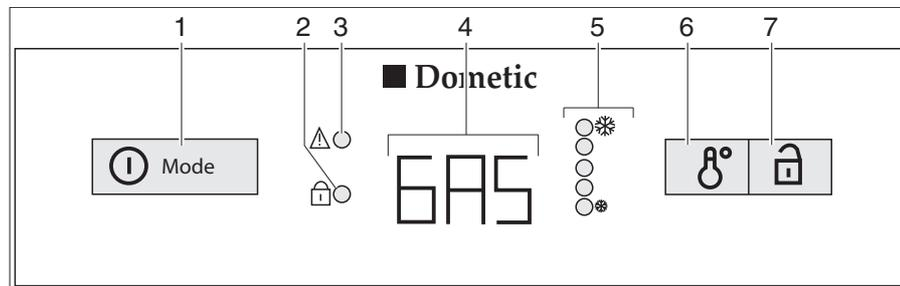

Bild 134 Bedienelemente für den Kühlschrank (Dometic 8er-Reihe mit AES)
Bei Störungen blinkt die Anzeige-LED Störung "⚠" (Bild 134,3).
Wenn die 230-V-Versorgung **nicht** angeschlossen und der Fahrzeugmotor **ausgeschaltet** ist, wählt das AES die Gasversorgung. Beim Anwählen des Gasbetriebs wird die Züandsicherung automatisch geöffnet, so dass Gas zum Brenner strömen kann. Gleichzeitig wird der elektronische Zünder eingeschaltet. Erlischt die Gasflamme, z. B. durch einen Luftzug, wird der Zünder sofort aktiviert und zündet das Gas wieder an. Bei Störung im Gasbetrieb blinkt in der Betriebsanzeige (Bild 134,4) der Text "GAS".
Nach dem Einschalten wählt der Kühlschrank automatisch die mittlere Thermostateinstellung. Diese Einstellung kann manuell mit dem Schalter für die Temperatureinstellung (Bild 134,6) nachgeregelt werden. Die Anzeige-LEDs (Bild 134,5) zeigen die gewählte Thermostateinstellung an. Mit dem Schalter wird die Kühltemperatur für alle drei Energiearten eingestellt. Es dauert einige Stunden, bis der Kühlschrank die normale Betriebstemperatur erreicht hat. Beim Umschalten der Betriebsart wird die Thermostateinstellung beibehalten. Die Kühltemperatur wird unabhängig von der Energieart beibehalten.
- Den Einschalter/Energie-Wahlschalter (Bild 134,1) 2 Sekunden lang drücken, um das Gerät einzuschalten. Die zuletzt gewählte Betriebsart wird in der Betriebsanzeige (Bild 134,4) angezeigt.
- Mit dem Einschalter/Energie-Wahlschalter (Bild 134,1) die Energieart wählen.
- Die Kühltemperatur am Schalter für Temperatureinstellung (Bild 134,6) einstellen. Die Anzeige-LEDs (Bild 134,5) zeigen die gewählte Thermostat-Einstellung.
- Den Einschalter/Energie-Wahlschalter (Bild 134,1) 2 Sekunden lang drücken. Alle Anzeigen erlöschen.